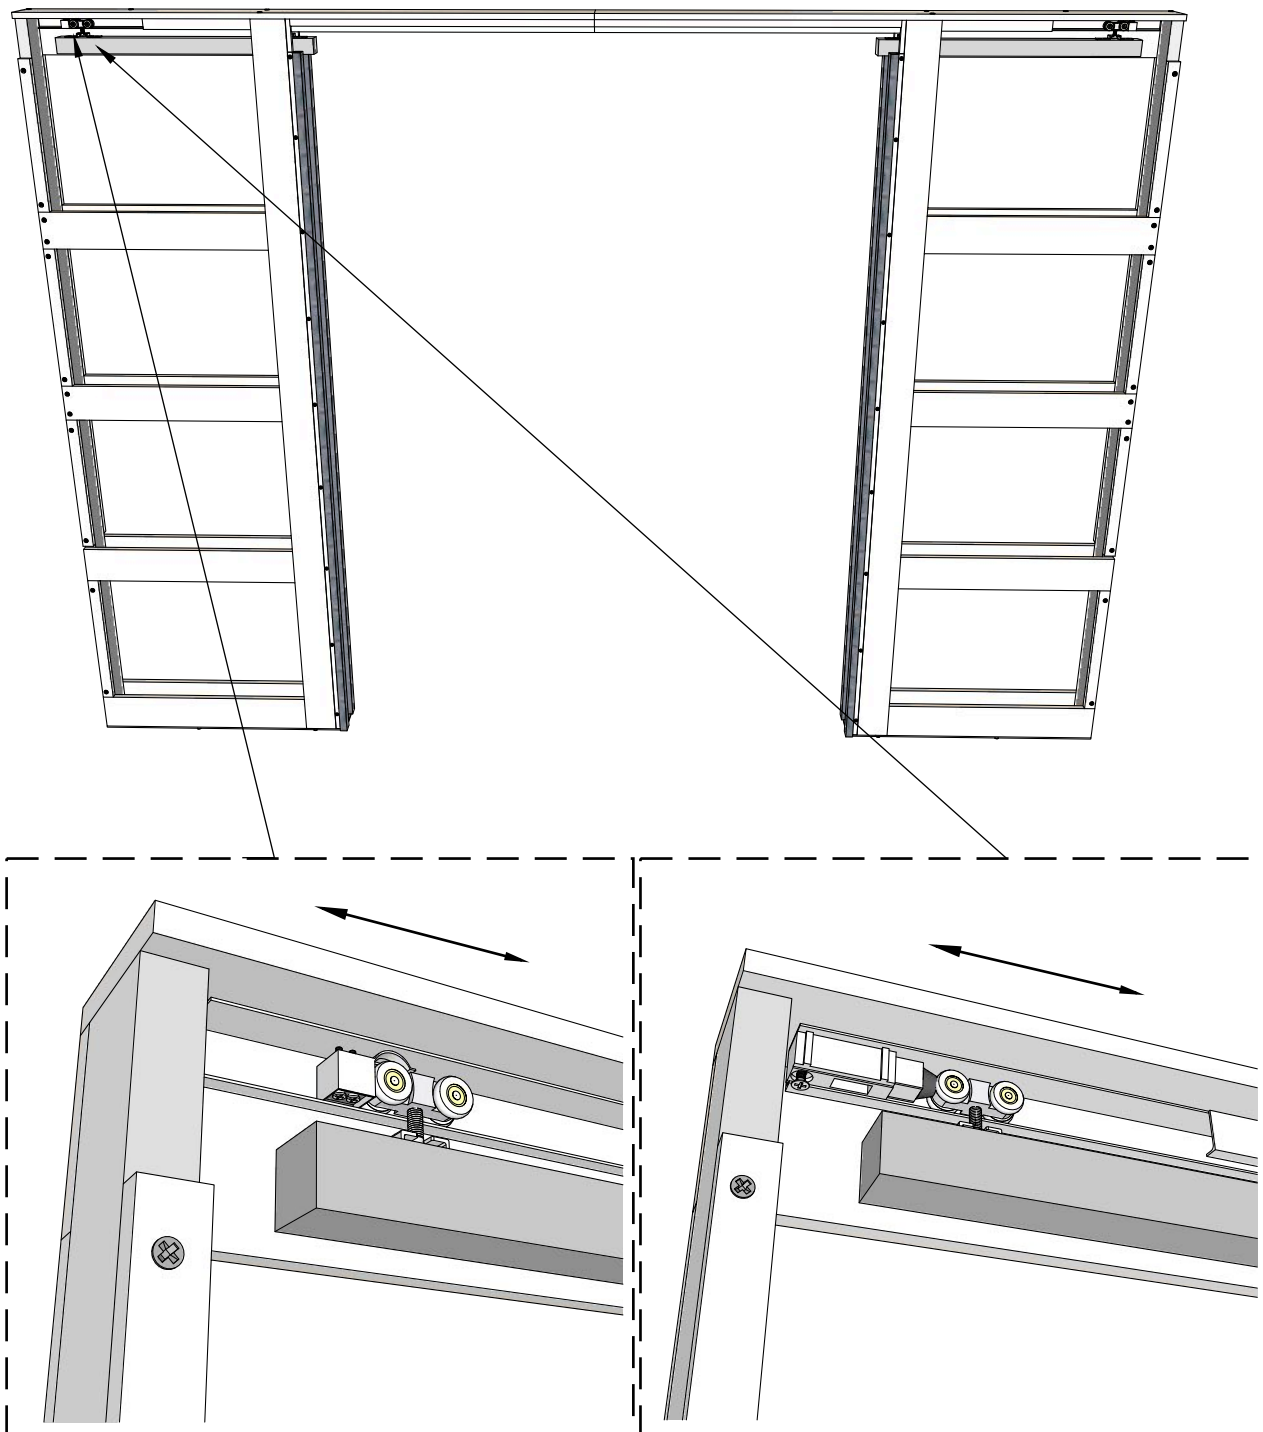

Рисунок 18
6. Перед зашивкой пенала гипсокартоном скорректируйте положение заднего стопора или толкателя. Самый удобный способ это сделать, не задействуя дверное полотно - имитировать дверь небольшим бруском соответствующим по ширине будущей двери. Так наглядно можно определить положение дверного полотна относительно стенок проема. После корректировки положения заднего стопора или толкателя переместите имитацию дверного полотна в тело пенала и убедитесь что она находится в правильном положении. Затем закрепите стопорные винты (Рис.18).